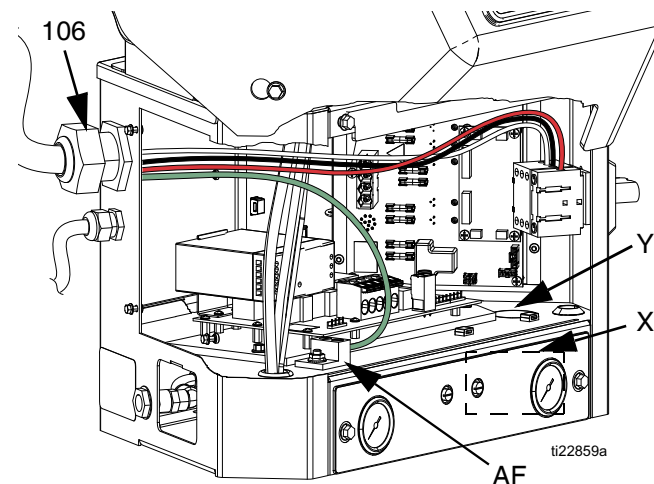

図 13
注: 取り付けられた張力緩和ブッシング (106) は、0.708-1.260 in. (18-32 mm) OD 電気コードにフィットします。図 13 を参照してください。必要に応じて、レンチを使用して、ケーブル上で安定するまで張力緩和ブッシングを締め付けます。
4. 電子エンクロージャストレーンリリーフブッシング (106) を取り付けます。図 13 を参照してください。
- a. 別の電気コードの取り回し: コンジットを使用して、電気コードを穴 (Y) を通してアクセスポート (X) から取り回します。コンジットは、ワ
6. 接地ワイヤーをシャーシの接地に接続します (AF)。図 13 を参照してください。